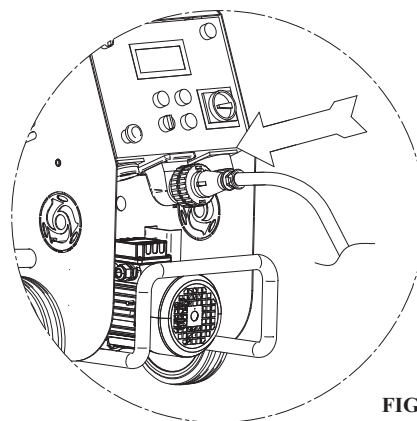

FIG.5
10.1 BRANCHEMENT ELECTRIQUE (voir fig.5)